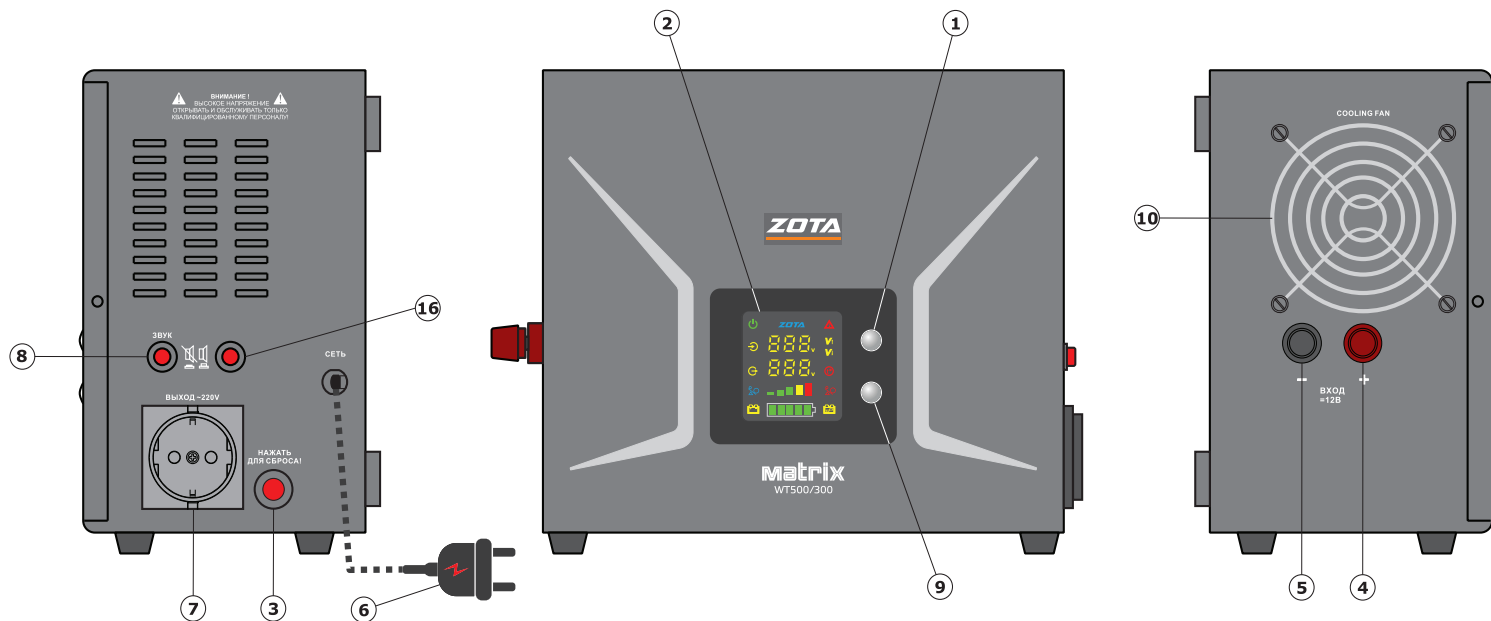
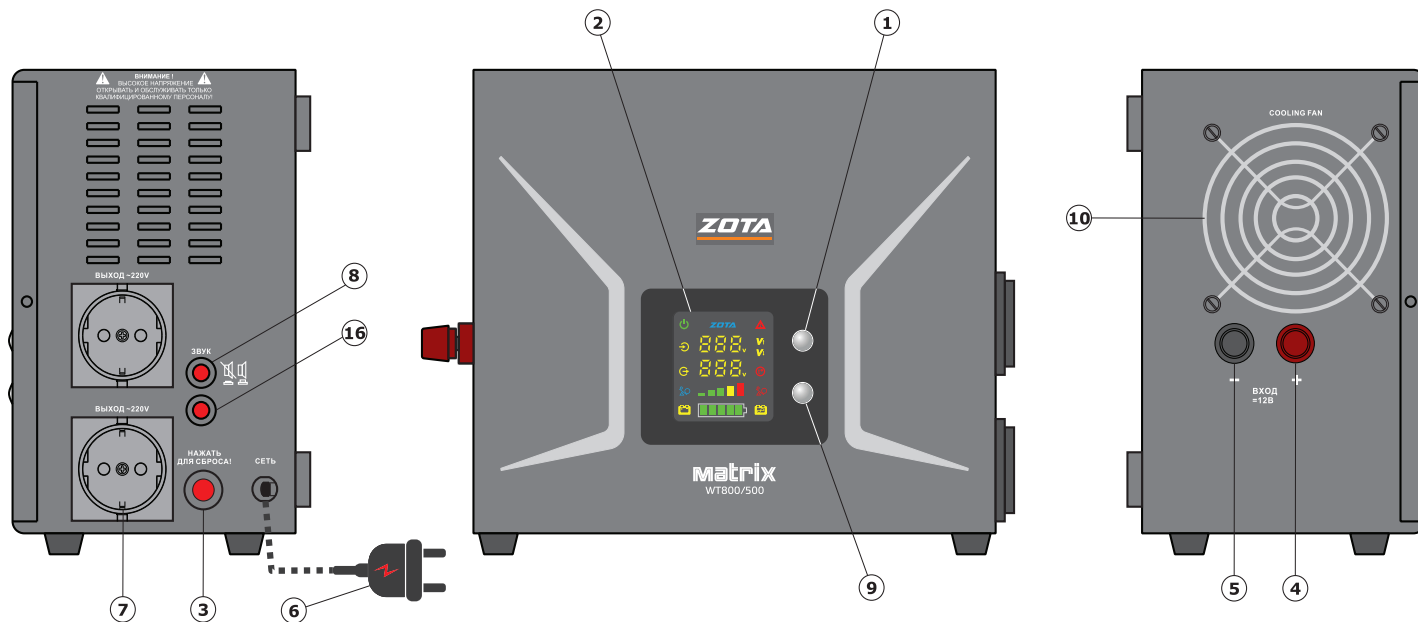
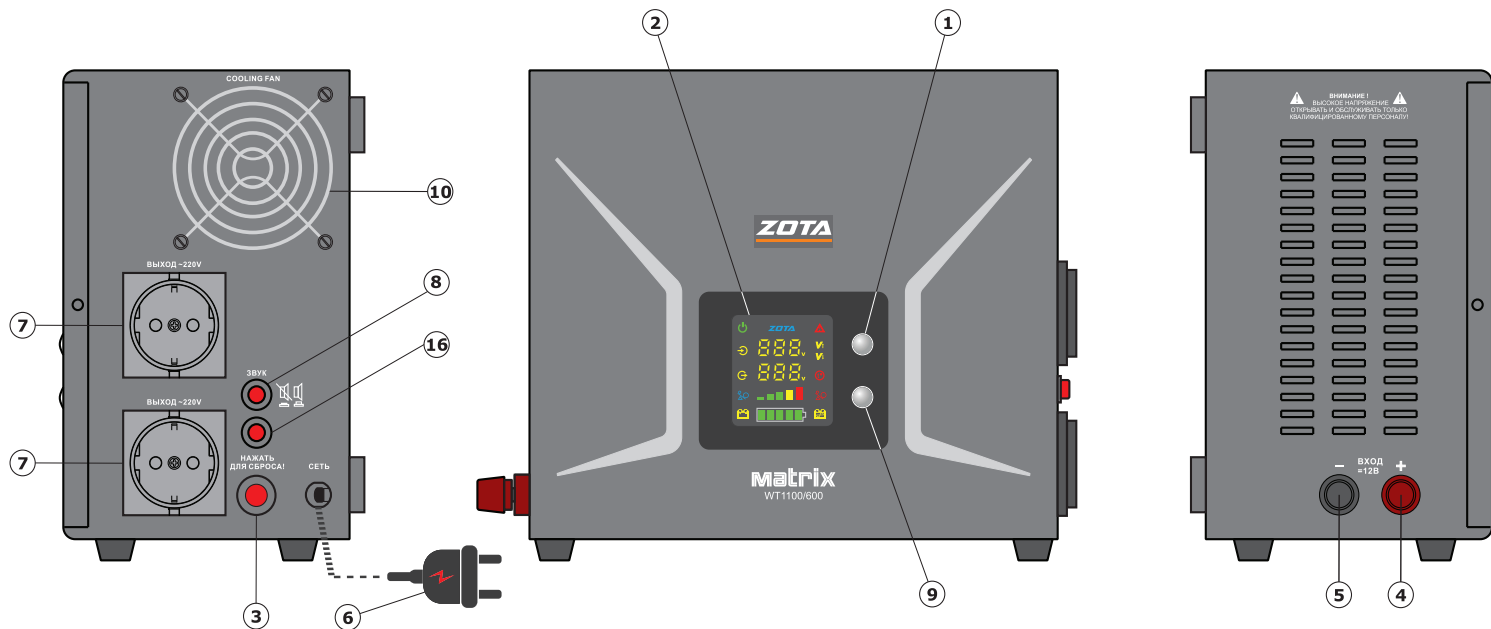
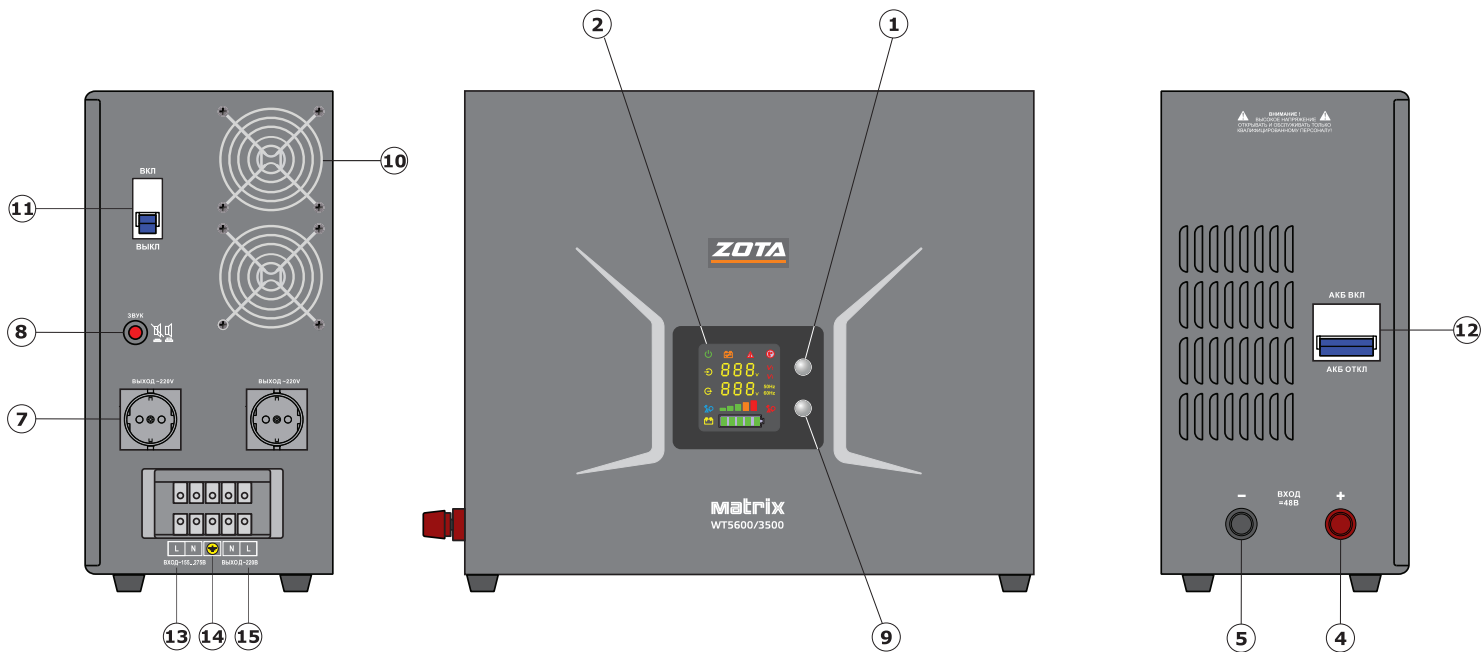

Рис. 2 Элементы управления инвертора Matrix-WT500/300
Рис. 3 Элементы управления инвертора Matrix-WT800/500
Рис. 4 Элементы управления инвертора Matrix-WT1100/600...Matrix-WT2900/1800
Рис. 5 Элементы управления инвертора Matrix-WT3400/2100...Matrix-WT8000/5000
- Перечень составных частей изделия, элементы управления и индикации представлены на Рис. 2, Рис. 3, Рис. 4 и Рис. 5, описание и назначение приведено в Табл. 4.
- Перечень составных частей изделия, элементы управления и индикации представлены на **Рис. 2**, **Рис. 3**, **Рис. 4** и **Рис. 5**, описание и назначение приведено в **Табл. 4**.
После размещения инверторов Matrix-WT3400/2100, Matrix-WT5600/3500, Matrix-WT8000/5000 в месте установки следует подключить к клемме (**Рис. 5, поз.14**) проводник заземляющего устройства, удовлетворяющий требованиям **п. 5.2**.
Расположение элементов подключения, управления и индикации для всех моделей показано на **Рис. 2; Рис. 5; Рис. 6.**
- При появлении нормального сетевого напряжения на входе инвертора устройство включается автоматически. Для принудительного включения удерживать кнопку включения  (**Рис. 2; Рис. 5, поз.1**) в нажатом положении в течение 4-х секунд, четыре коротких звуковых сигнала в течение 2-х секунд означают завершение режима самотестирования и включение выходного стабилизированного напряжения.
- Для принудительного отключения выходного напряжения удерживать кнопку  (Рис. 2; Рис. 5, поз.1) в течение 4-х секунд.